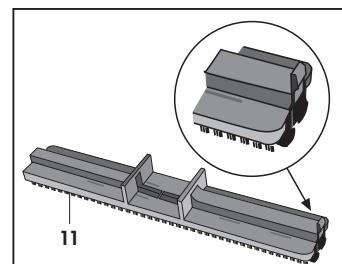

Abb. 14
- Einsatz mit Borstenleisten (11) um harte Flächen zu reinigen (**Abb. 14**).